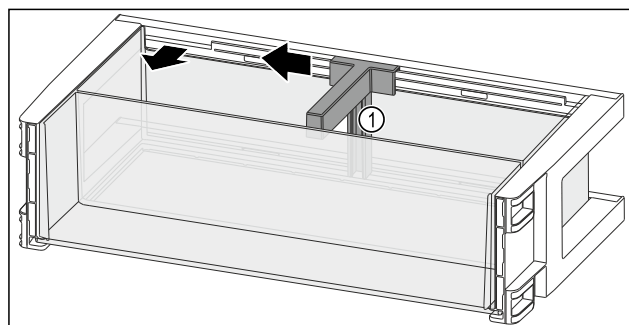

Fig. 108
- Пересуньте тримач пляшок Fig. 108 (1) убік до пазу.
- Вийміть тримач пляшок Fig. 108 (1).